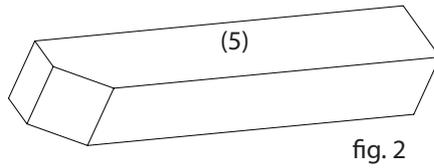

fig. 2
2. Con il seghetto dividere a metà il listello di legno (5) per i piedi del calcetto e smussare obliquamente i 4 piedi così ottenuti (vedi fig. 2 e modello di pag. 7).